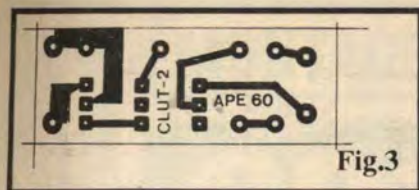

Fig.3
**- FIG. 3 - LAY OUT DO CIRCUITO IMPRESSO ESPECÍFICO** - Ainda mais simples do que o substrato da versão anterior da **CAMPAINHA LUMINOSA P/ TELEFONE**, em seu arranjo de ilhas e pistas (visto em escala 1:1 na figura...), o Circuito Impresso específico tem também cerca de **metade** do tamanho (área) daquele usado na dita versão (simplificação e economia, conforme "prometemos"...). O desenho é de facilíma reprodução, podendo o Impresso ser confeccionado com perfeição, mesmo pelos Leitores ainda não muito "práticos" no assunto... Nossas únicas recomendações são as de sempre: conferir com atenção, no final da confecção, buscando eventuais "curtos" ou falhas, que podem (devem...) ser facilmente corrigidos enquanto os componentes ainda não foram inseridos e soldados... Aos "começantes", recomendamos também uma consulta atenta às **INSTRUÇÕES GERAIS PARA AS MONTAGENS** (en-